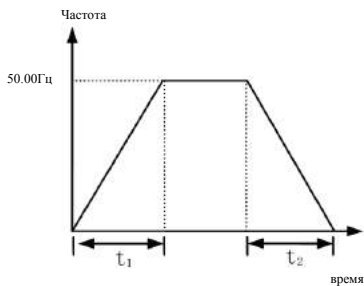

Рис. 7-1 Линейное ускорение и замедление
**0: Линейное ускорение и замедление.** Частота на выходе растёт и уменьшается по наклонной линии, как показано на рис.7-1.